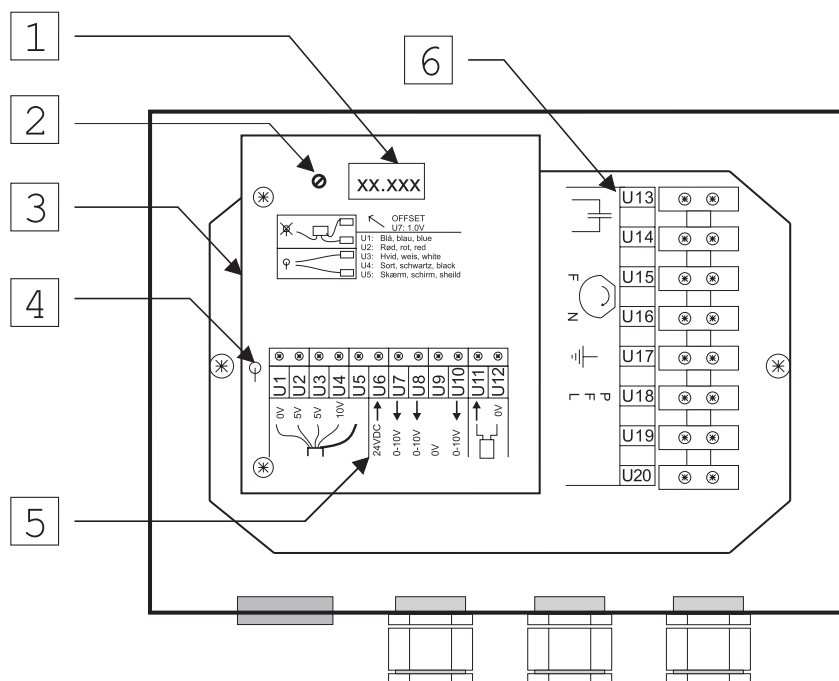

Fig 4.
4. Hvis vægten anvender de gamle vejeceller med kun én ledning til el-boksen, skal tråd på forstærkeren klippes, se fig. 4. Punkt 4.
4. If the weigher uses old load cells with only one cable to the wiring box, the wire on the amplifier must be cut, see fig. 4 point 4.
4. Ist die Waage mit alten Wiegezellen montiert worden, die nur mit einer Leitung zu dem Schaltkasten ausgestattet sind, muß ein Bein vom Widerstand auf dem Verstärker übergeschnitten werden, siehe Abb. 4. Punkt 4.